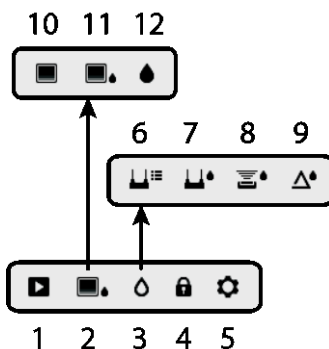

Fig. 4-2 Iconos del menú
La estructura del menú se describe a continuación y se detalla a fondo en las secciones siguientes de este manual del usuario. El botón selector central y los cuatro (4) botones de Navegación se utilizan para acceder y programar los modos de operación disponibles en los menús. Consulte la Fig. 4-2.
Iconos del 1 al 5 de la Fig. 4-2 constituyen el **Menú principal**. Presione el botón Select para abrir el menú principal
Iconos del 6 al 9 de la Fig. 4-2 están disponibles en el **Menú Modo de humedad**. Presione el icono 3 para ver estos modos de humedad. se muestra Un punto azul a la izquierda del icono agujas (7) o el icono sin agujas (8), dependiendo de cuál ha seleccionado.
Iconos del 10 al 12 de la Fig. 4-2 están disponibles en el **Menú Modo Imagen**. Presione el icono 2 para ver el menú Modo de imagen.